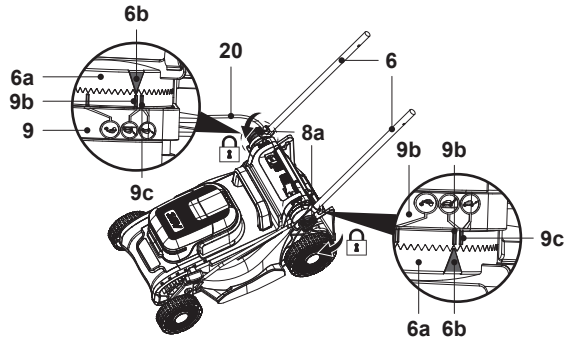

Fig. 2
3. Alinee el triángulo indicador (6b) de la placa del regulador (6a) con uno de los indicadores de altura del manillar (9b/9c) del soporte del manillar (9) y, a continuación, apriete el mando de bloqueo (8a) (Fig. 2) para asegurar la barra inferior del manillar (6).
4. Repita el procedimiento de montaje anterior con la otra barra inferior del manillar (6).
5. Asegúrese de que las dos barras inferiores del manillar (6) están montadas a la misma altura en ambos lados.
6. Asegúrese de que el cable de control (20) pase por la parte superior de la barra inferior del manillar (6).